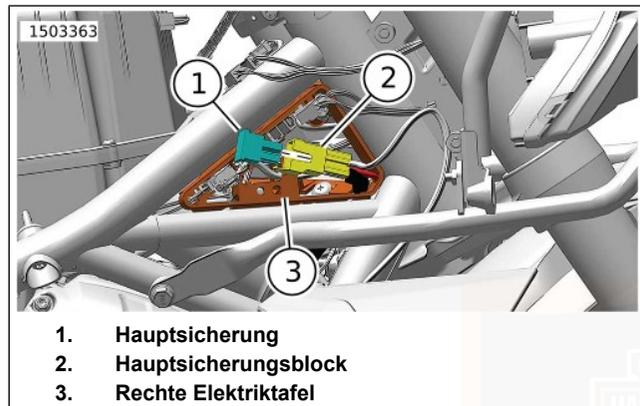

Abbildung 88. Hauptsicherung – Lage
3. Den Hauptsicherungsblock (2) von der rechten Elektriztafel (3) entfernen.
4. Abbildung 88 Die Hauptsicherung (1) ausbauen.
1. Abbildung 88 Die Hauptsicherung (1) einbauen.
2. Den Hauptsicherungsblock (2) in die rechte Elektriztafel (3) einbauen.